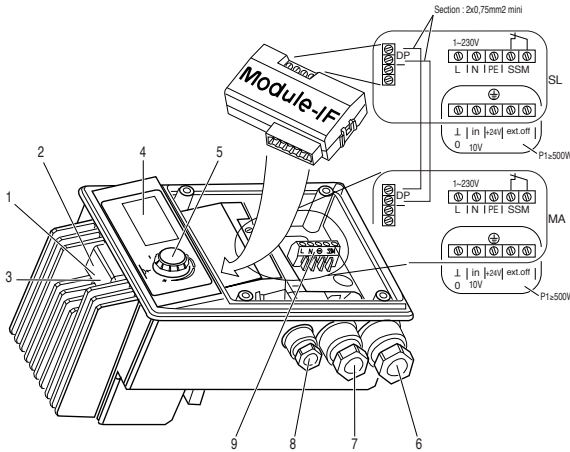

FIG. 3
**Ap-c** - L'électronique maintient constante, via le régime de débit autorisé, la pression différentielle produite par la pompe à la valeur de pression différentielle de consigne Hs jusqu'à la courbe de fonctionnement caractéristique maximale (Voir FIG. 3).